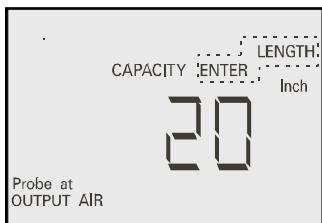

Figura 15
**5.5.5** El VA500A estará pidiendo la longitud de la salida de aire. Entre la longitud en pulgadas, utilizando los botones ▽△ (figura 14 y figura 15). No oprima el botón de “Enter” hasta el paso 5.5.7.